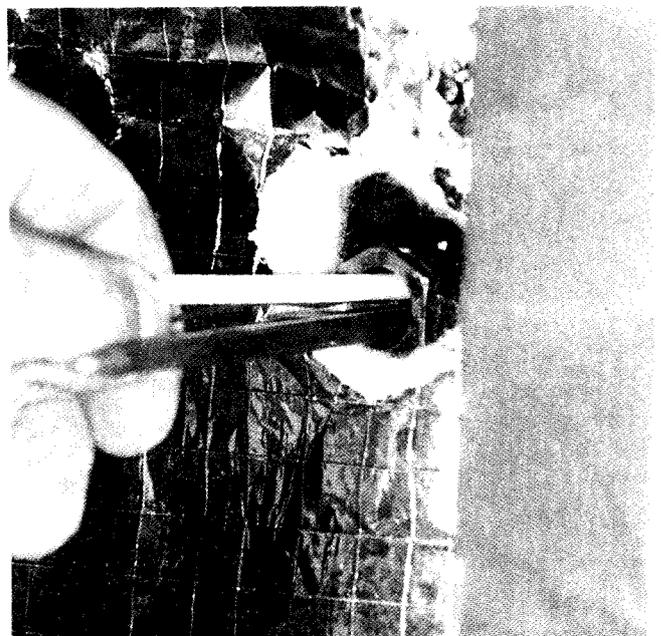

Abb. 18
- Der Kesselfühler wird in die Kesseltauchhülse gesteckt (Abb. 18)